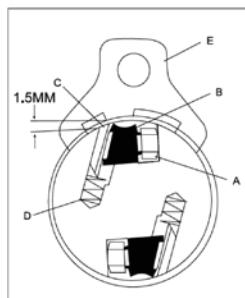

Рис. 4
8. Установите прижимную пластину (B) (Рис. 4) в режущую головку. Поместите нож (C) в разъем режущей головки и надежно закрепите прижимную пластину, поворачивая винты (A) против часовой стрелки. Убедитесь, что режущая часть ножа направлена в правильном направлении. Отрегулируйте высоту выступа ножа согласно инструкциям далее. Высота выступа ножа должна регулироваться при каждом снятии/установке ножа. После того, как нож будет правильно закреплен, нужно повторить все вышеуказанные действия со вторым ножом. Меняйте ножи станка одновременно. После замены ножей, необходимо установить на место все снятые ранее детали, плотно закрутить все крепёжные болты.